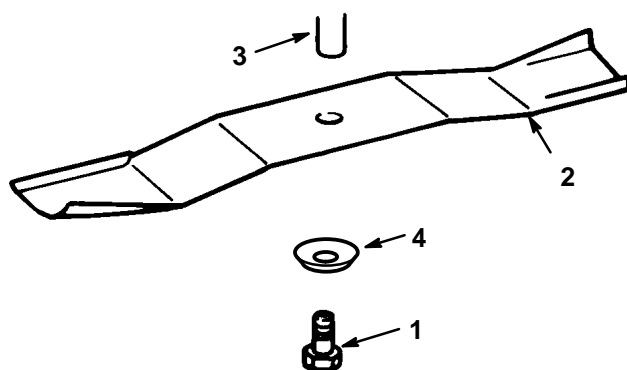

Abbildung 35
3. Schraube (5/8"-Schlüssel), gewölbte Unterlegscheibe und Schnittmesser entfernen (Abb. 35). Zwischen Schnittmesser und Mähwerk kann ein Holzklötzchen geklemmt werden, um das Schnittmesser beim Entfernen der Schraube zu blockieren.
1. Schnittmesser, Schnittmesserhalter, gewölbte Unterlegscheibe (Schalenseite zum Messer) und Schnittmesserschraube anbringen (Abb. 35).